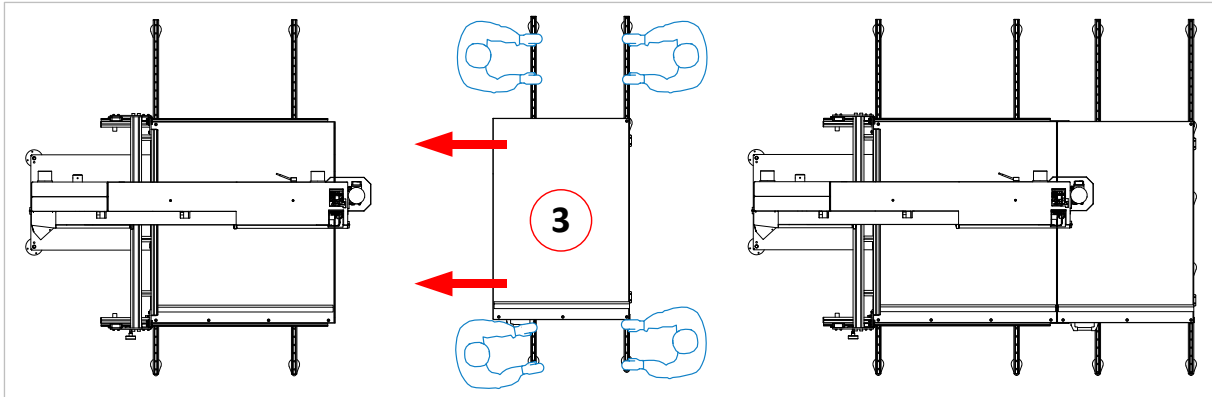

Abbildung 20: Rechte Schiebetischhälfte (3) an die Maschine schieben
Passen Sie die Höhe des rechten Schiebetisches (3) vorab über die Stellfüße grob auf die Höhe des linken Tisches an. Danach schieben Sie die rechte Schiebetischhälfte mit 4 Personen oder einem Hallenkran an den linken Schiebetisch heran (siehe ⇒ Abbildung 20 ganz rechts).